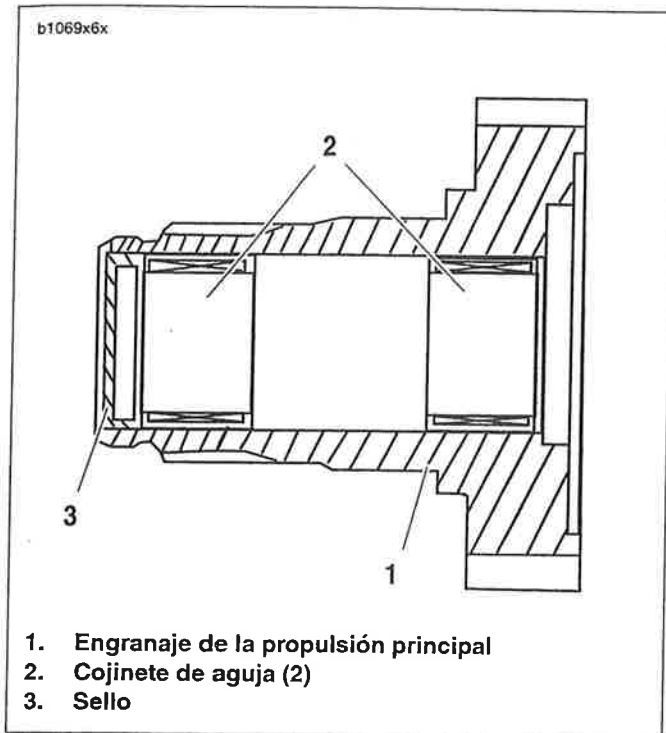

Figura 6-46. Armado del engranaje de la propulsión principal
2. Vea la Figura 6-46. Desde el interior del cárter derecho, golpee suavemente para sacar el sello en el extremo del engranaje principal de propulsión. Deseche el sello.